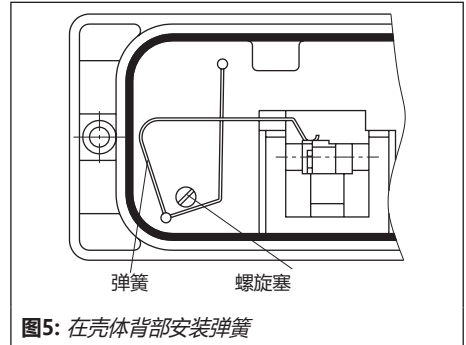
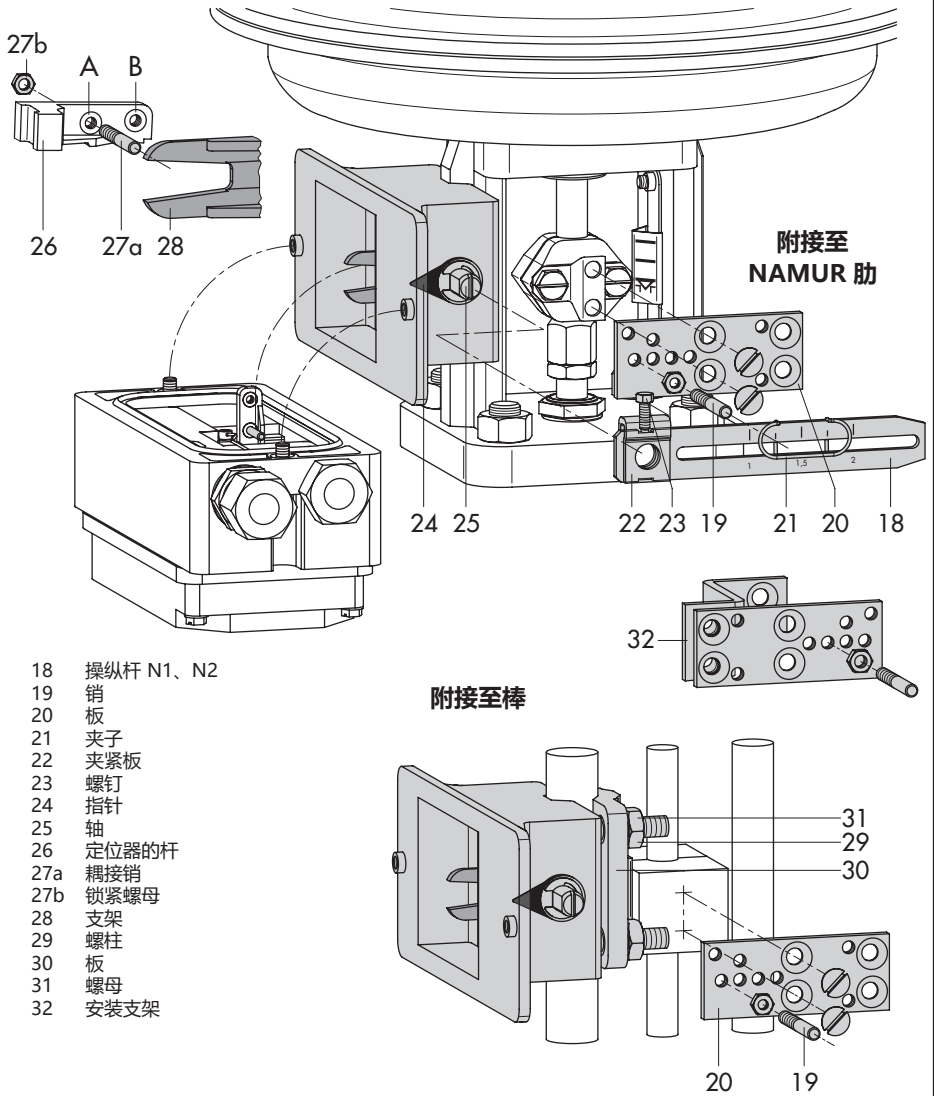

图5: 在壳体背部安装弹簧
图7: 根据 IEC 60534-6 (NAMUR) 的附接
7. 拆下定位器背部的螺旋塞 (图 5) 并用附件中附带的止挡密封侧信号压力输出。
8. 安装定位器，使得中间板 (15) 中的孔涵盖执行机构轭的孔中的密封件。
将适配器壳体用于附接（图7）。通过操纵杆（18）和轴（25）将阀门行程传输至适配器壳体的支架（28）然后传递至定位器操纵杆上的销（27a）。为了确保销（27a）正确在支架（28）中定位，将附件中附带的弹簧固定在定位器壳体的背部，如图5 中所示。
定位器可安装在控制阀（图6 和图7）的左侧或右侧。在适配器壳体将定位器转动 180° 以确定或更改定位器/控制阀装置的操作方向。
板上的安装位置朝向行程拾取（20），执行机构朝上（另请参见图7）
→ 安装部件和范围弹簧：参见表格4/表格5。图7 中的安装。
2. 在适配器壳体中移动轴 (25)，从而黑色指针 (24) 匹配适配器壳体上的铸造标记。
3. 使用螺钉 (23) 将夹紧板 (22) 紧固在该位置。
4. 在压紧螺母所在的位置将销 (27a) 旋入定位器杆。在六角螺母位于另一侧的情况下将其锁定到位，根据表格6 和图7 观察安装位置 A 或 B。
5. 考虑到安装方向将定位器放置在适配器壳体上。将其紧固，确保销 (27a) 抵靠支架 (28)。